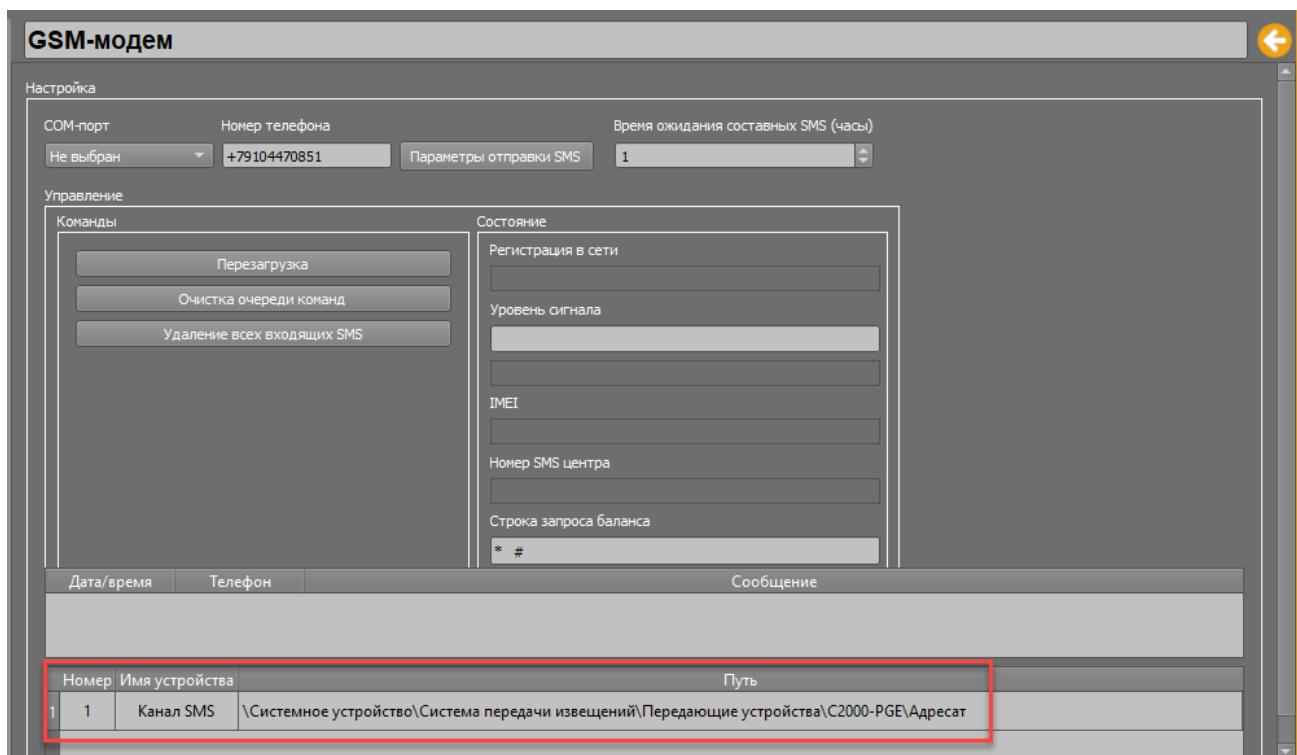

Рисунок 2-64. Привязанный канал «C2000-PGE» в GSM-модеме
5. В настройках модема укажите номер телефона SIM карты установленной в модем, в параметре «Время ожидания составных SMS» укажите значение – 1 час (Рисунок 2-64). При необходимости укажите количество попыток отправки SMS команд и паузы между отправками.